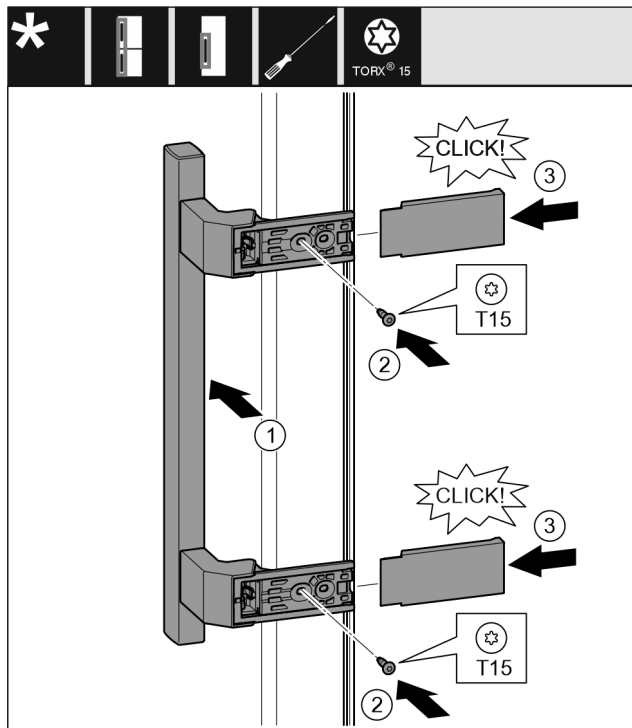

Fig. 18
- ▶ Helyezze fel a fogantyút a másik oldalra. Fig. 18 (1)
- ▶ Húzza meg a csavarokat T15 csavarhúzóval. Fig. 18 (2)
- ▶ Helyezze fel a fedelet oldalra, és tolja őket a helyükre. Fig. 18 (3)